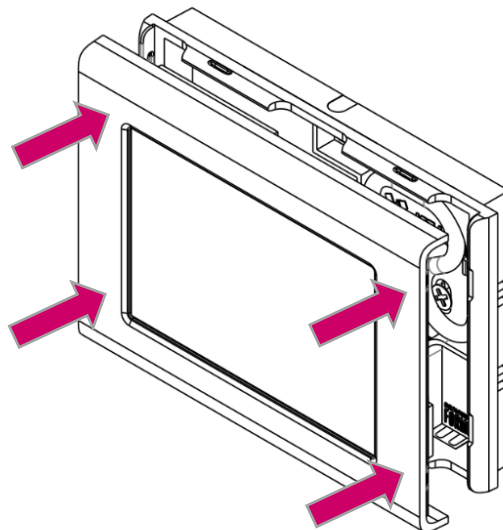

Рисунок 6 - Сборка панели
2.8 Совместите обе части панели, убедитесь, что весь кабель находится в нише для укладки и аккуратно надавите для защёлкивания (Рисунок 6).